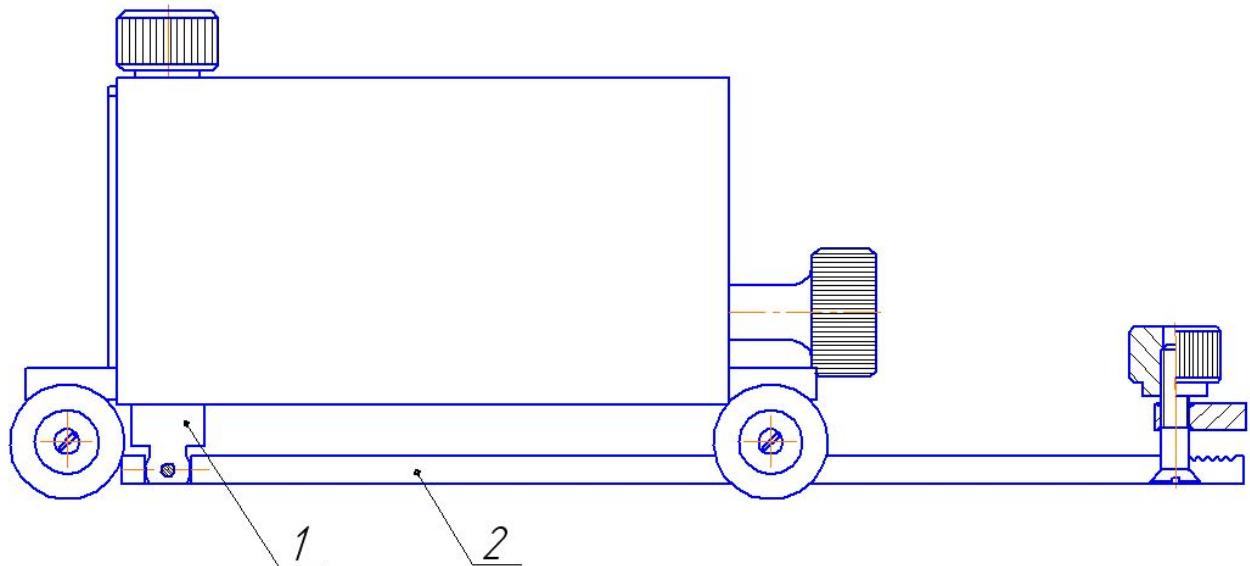

Рис.4
5). С основания адгезиметра снимают резак и на его место крепят второе шасси. Из корпуса 8 (рис.1) вращением винта 10 выдвигают, а затем извлекают скребок 9. Вместо скребка в корпус вставляют палец 1 кулисы 2 (рис.4).